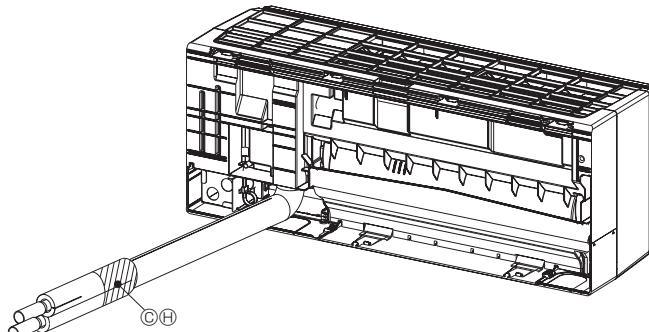

Fig. 3-12
- (4) Coloque los materiales de aislamiento Ⓛ en las partes cortadas Ⓛ de las cubiertas de la tubería para aislárlas. (Fig. 3-12, 3-13)